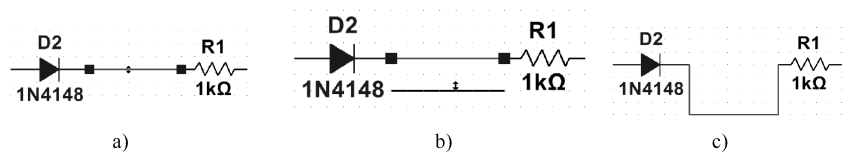

图 4-30 移动导线
2) 光标移动到导线上会显示为双箭头形状，拖曳光标可平移该导线，如图 4-30 所示。